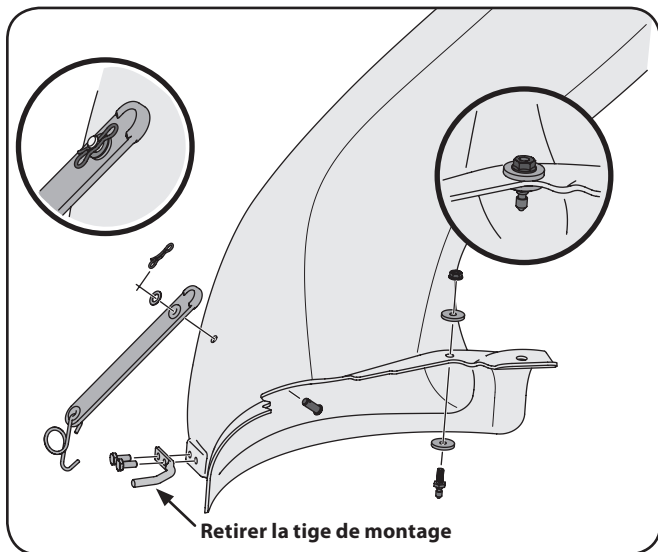

Figure 4-21
Remarque : Sur les plateaux avec roues avant, la tige de montage doit être enlevée afin de pouvoir installer ce coude de goulotte d'éjection sur le tracteur. Reportez-vous à la Figure 4-21.
2. Installez la goupille de fixation du plateau (711-05049) dans le coude de la goulotte en utilisant deux rondelles plates (936-0176) provenant de la trousse de quincaillerie 689-00318A et serrez avec le contre-écrou (912-3027), comme montré à la Figure 4-21.